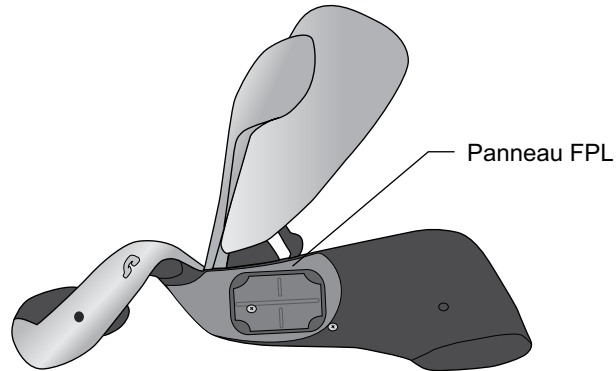

Figure 6-11 : Placement du panneau FPL sur l'orthèse
5. Insérez la vis du panneau FPL au travers de l'électrode de panneau FPL, dans l'électrode FPL n° 5 et dans la prise femelle de l'orthèse. Reportez-vous à la Figure 6-11.